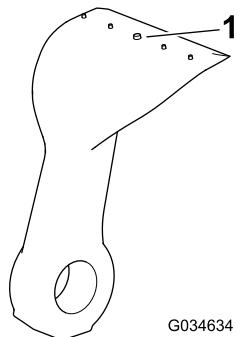

Figura 79
- Controllate ogni lama per escludere usura eccessiva utilizzando la linea di usura (Figura 79). Quando una lama è usurata fino alla linea di usura, sostituitela.